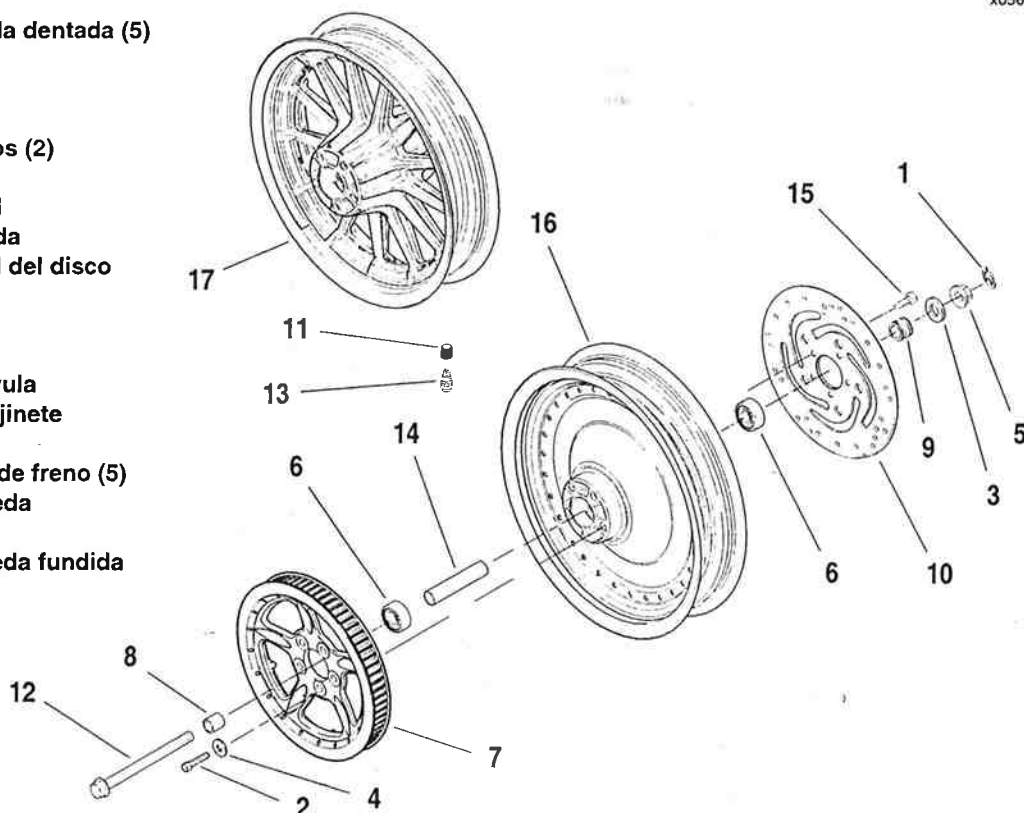
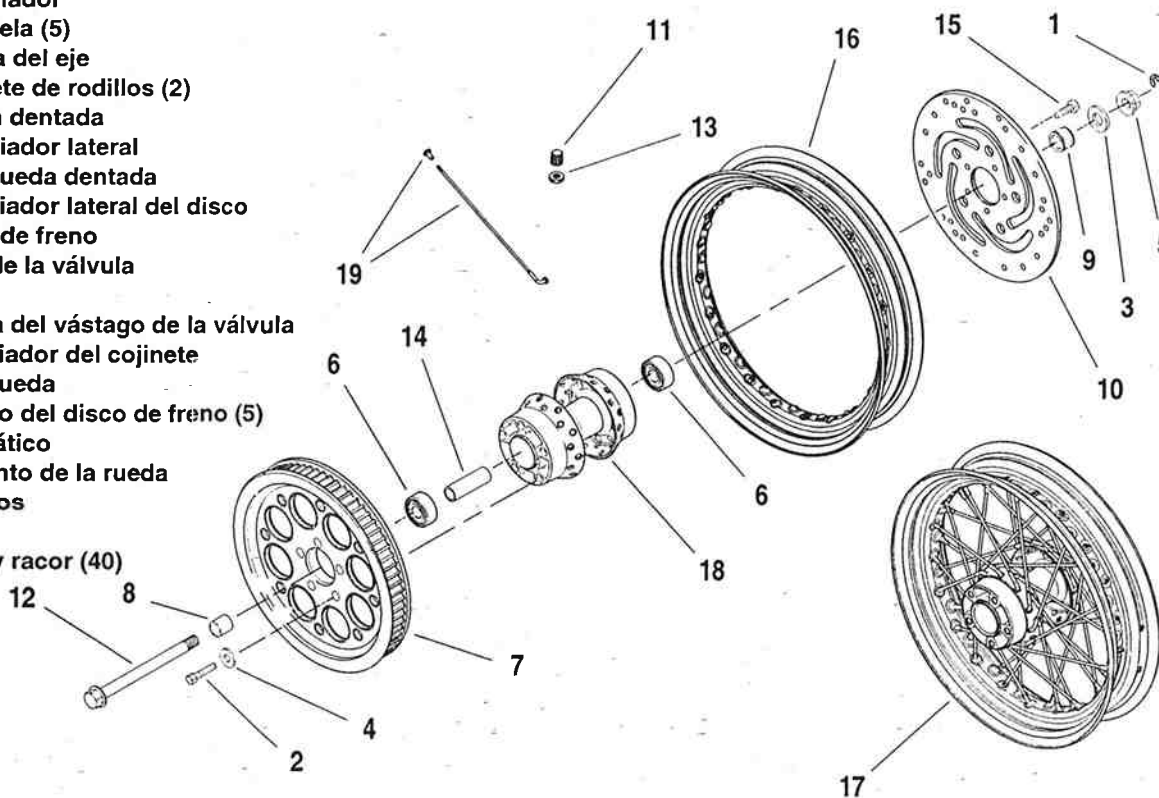

Figura 2-10. Rueda fundida trasera
Figura 2-11. Rueda trasera con radios
Rueda fundida: Vea la Figura 2-10. Rueda con rayos: Vea la Figura 2-11.
Vea la Figura 2-11. Si es necesario desarmar la rueda, desenrosque los racores de los rayos y rayos (19) y deslice para sacar cada rayo de la maza (18).
2. Vea la Figura 2-10. Vea la Figura 2-11. Coloque el espaciador lateral de la rueda dentada (8) entre la rueda y la horquilla trasera.
3. Aplique una capa delgada de LOCTITE ANTI-SEIZE al eje (12).
4. Inserte el eje a través del lado derecho de la horquilla trasera y ajustador derecho del eje, espaciador lateral de la rueda dentada, conjunto de la rueda, pieza de soporte de la mordaza trasera, espaciador lateral del disco (9), y lado izquierdo de la horquilla trasera y ajustador izquierdo del eje.
5. Instale el espaciador (3) y tuerca (5) en el extremo izquierdo del eje. No apriete la tuerca en este momento.